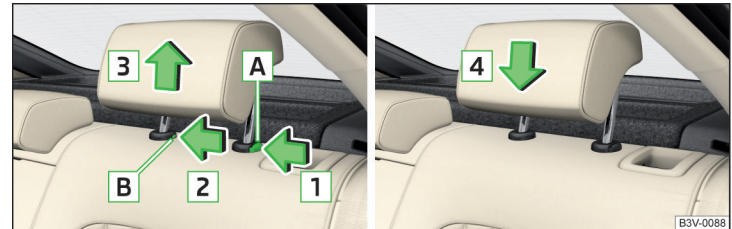

Abb. 79 Kopfstütze hinten herausnehmen/einsetzen
- › Die Sicherungstaste **A** in Pfeilrichtung **1** halten, gleichzeitig mit einem Schlitzschraubendreher (mit einer Breite von max. 5 mm) die Sicherungstaste in der Öffnung **B** in Pfeilrichtung **2** drücken und die Stütze in Pfeilrichtung **3** herausnehmen » **Abb. 79**.